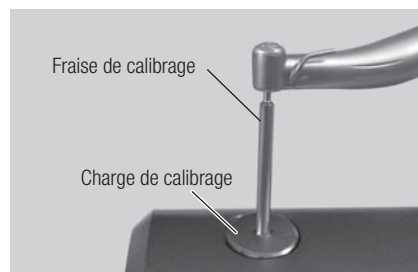

Fig. 19
- (6) Le message "19.6N-cm" s'affiche à l'écran : Alignez et insérez la fraise de calibrage dans la charge de calibrage. Tenez la fraise verticalement (Fig. 19). Appuyez sur le bouton [SYSTEME]. Une fois que vous aurez entendu le son de notification, le calibrage commencera automatiquement, la pièce à main s'allumera (pièce à main lumière uniquement) et la fraise fera lentement tourner la cellule de charge. A la fin du processus, le moteur s'arrêtera, le message "DONE" (terminé) s'affichera et le cycle de calibrage se poursuivra jusqu'aux vérifications de vitesse.